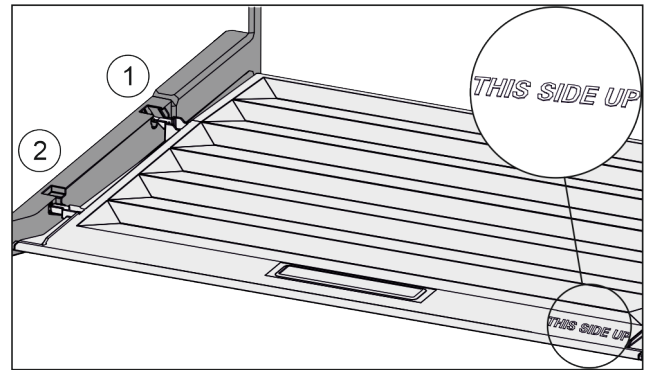

Fig. 55
- Introduzca los nervios de la tapa por la abertura del soporte trasero Fig. 55 (1) y encájelos por delante en el soporte Fig. 55 (2).